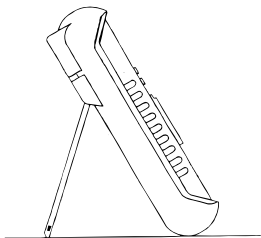

Рис. 6.3
3. Использовать откидную подставку для удобства считывания результатов измерения (рис. 6.3).